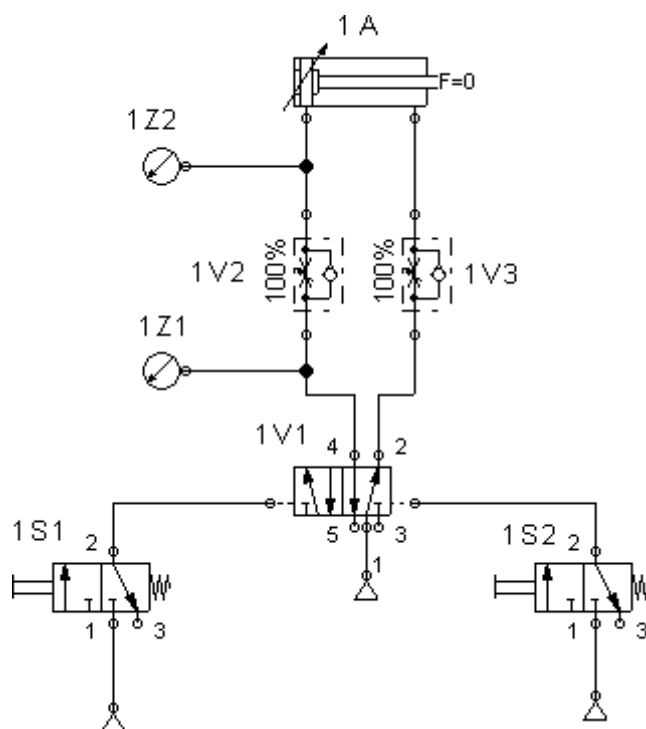

Рис. 1.4 - Принципиальная схема управления цилиндром двухстороннего действия с дроссельным регулированием скорости на входе
На рис. 1.4 представлена принципиальная схема управления цилиндром двухстороннего действия с дроссельным регулированием скорости на входе. В исходном положении управляющий распределитель (рис. 1.4) переключен таким образом, что на штоковую сторону поршня цилиндра действует давление воздуха, и поршень со штоком находится во втянутом положении.
Обратные клапана «дросселей с обратными клапанами» 1V1, 1V2 обеспечивают прохождение воздуха в одном направлении и запираение в другом. При запираении воздух проходит только через дроссель, в обратном направлении через клапан и дроссель. Дроссель регулирует объемный расход, подаваемый в полость цилиндра, и тем самым регулирует скорость движения поршня со штоком. Существуют три схемы дроссельного регулирования скорости исполнительного органа цилиндра: установка дросселя на входе в двигатель, установка дросселя на выходе двигателя и установка дросселя параллельно двигателю. Последняя схема применяется редко из-за низкого КПД. В схеме представленной на рис. 1.4 применяется схема установки дросселя на входе цилиндра. Различные по объему расходы воздуха, вытесненной из поршневой и штоковой полостей цилиндра, должны регулироваться независимо друг от друга для того чтобы, таким образом настраивать скорости выдвигания и втягивания штока.
- В среде программного пакета моделирования из набора пневмоэлементов по схеме рисунок 1.4 собрать виртуальный лабораторный стенд.